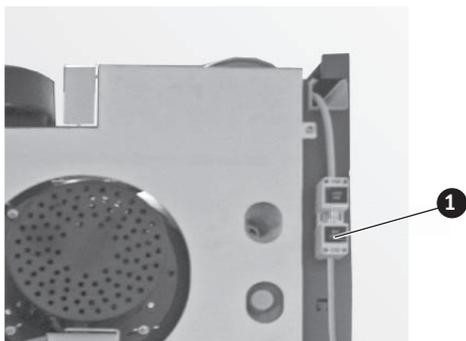

Fig. 34 Débrancher la fiche secteur
- ▶ Débrancher la chaudière avant de nettoyer le caisson de ventilateur et la roue de ventilateur! Débrancher la fiche secteur située à l'arrière – Fig. 34.